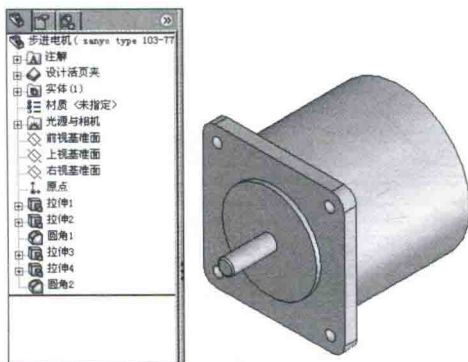

图 1-5 电动机 3D 模型
(2) 再在基础特征的基础之上, 进行一系列的放置特征操作, 以及特征修改, 最终完成该零件的 3D 模型的建立, 如图 1-5 所示。